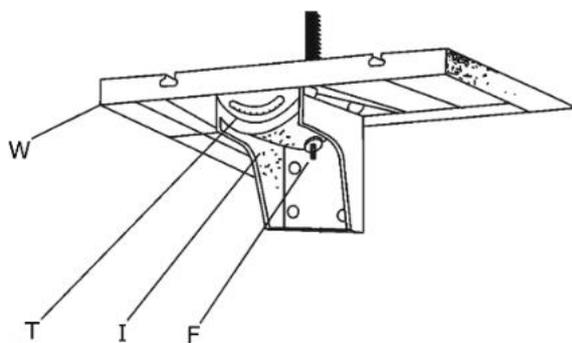

Abb. 18: Tischneigung
Schritt 2: Die Mutter an der Befestigungsschraube (Pos. F, Abb. 18) öffnen.
Schritt 3: Den Arbeitstisch (Pos. W, Abb. 18) mithilfe der Winkelskala in die gewünschte Position schwenken.
Schritt 4: Die Befestigungsschraube (Pos. F, Abb. 18) wieder anziehen.